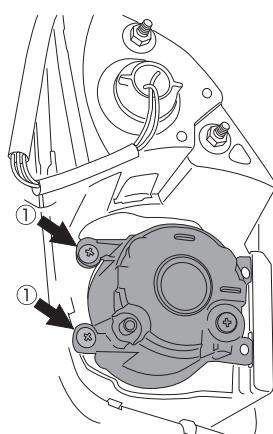

図3
- 車両側電源コネクターを取り外し、①スクリューを取り外して慎重に純正フォグを外してください。(図3)